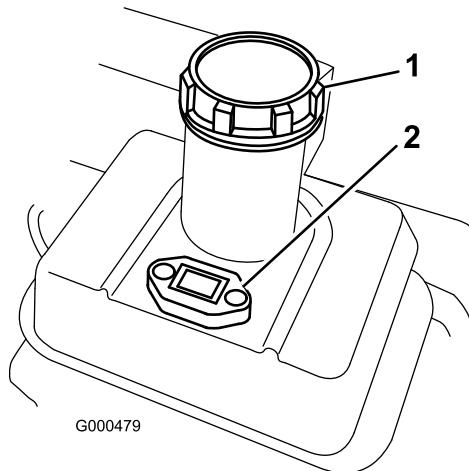

Figura 17
1. Limpie la zona alrededor del tapón del depósito de combustible y retire el tapón (Figura 17). Llene el depósito de gasolina sin plomo hasta que llegue a la parte inferior de la rejilla del filtro. No llene demasiado.